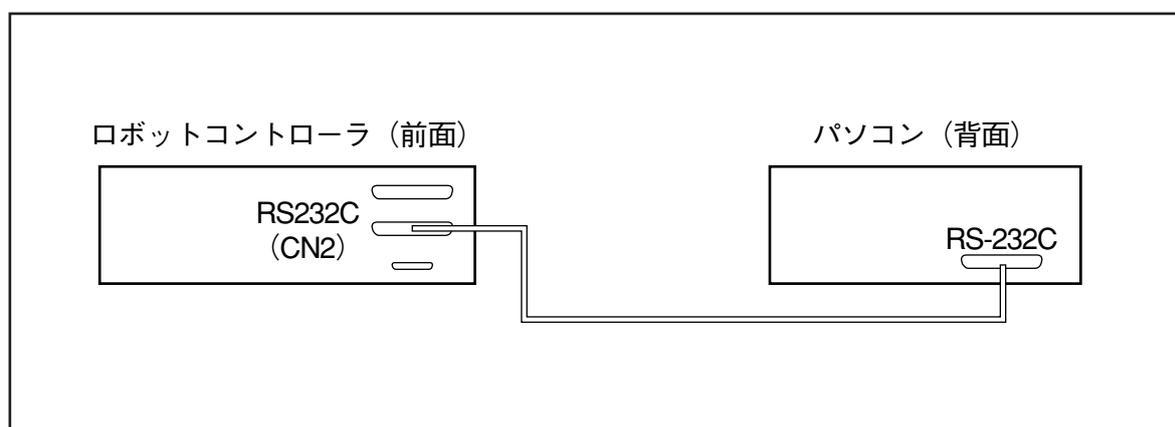

図4-10 通信ケーブルの接続
- ②図4-10に示すように通信ケーブルをコントローラの「RS232C」コネクタ (CN2) とパソコンのRS-232Cコネクタに接続してください。